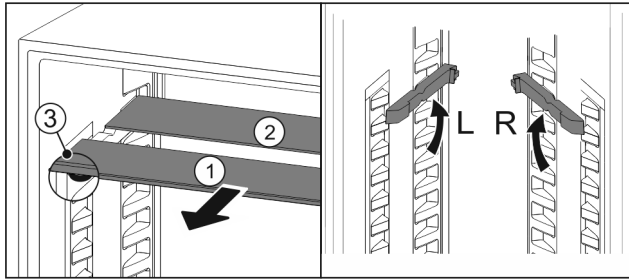

Fig. 163
- ▶ Glasplatten einzeln nach vorne herausziehen Fig. 163 (1).
- ▶ Glasplatte Fig. 163 (1) mit Zierleiste liegt vorne.
- ▶ Stopps Fig. 163 (3) zeigen nach unten.